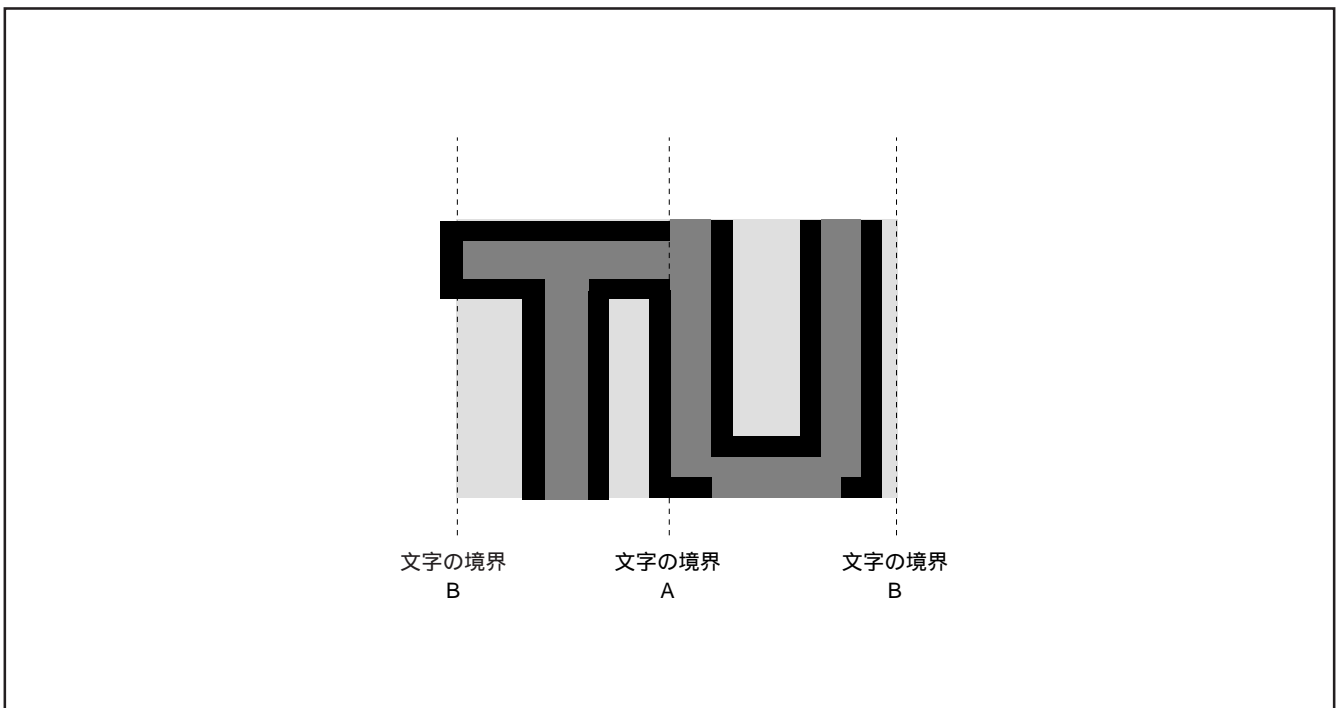

図 12.11.35 フチドリの優先順位
2. フチドリドットと、隣接する文字のキャラクタフォントが重なった場合、キャラクタフォントが優先されます(図12.11.35のA参照)。また、フチドリドットと、隣接する文字背景部が重なった場合、フチドリが優先されます(図12.11.35のB参照)。
3. キャラクタフォントの文字領域をはみ出した上下方向のフチドリは表示されません(図12.11.35参照)。